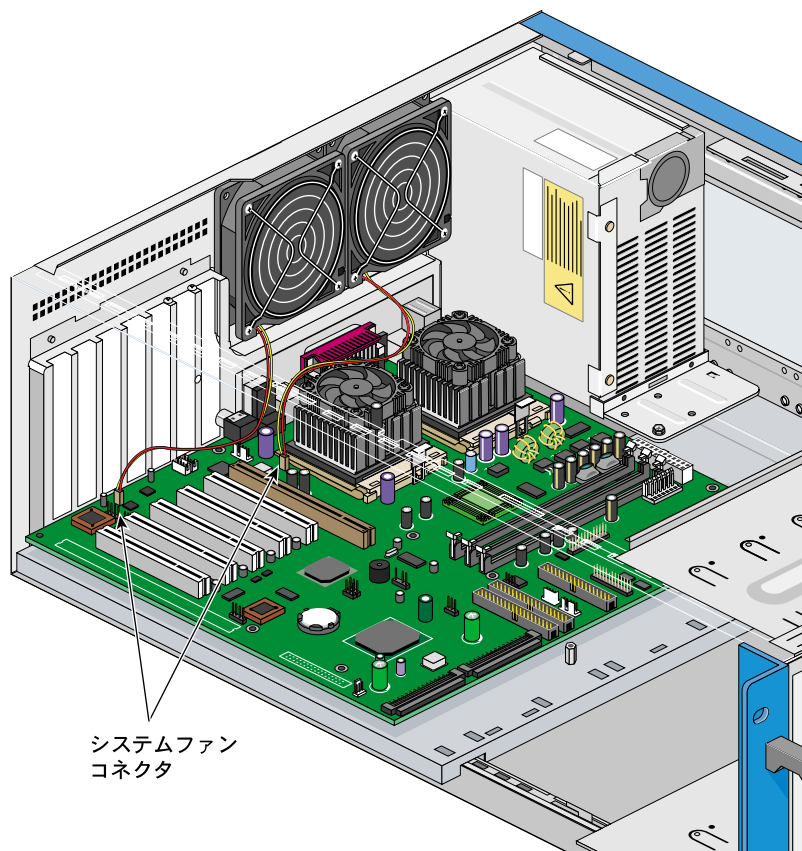

図 5-10 システムファンケーブル
4. マザーボードからファンケーブルを外します (図 5-10 を参照)。
8. ファンケーブルを接続します (図 5-10 を参照)。拡張スロットに一番近いファンを取り付ける場合、ケーブルを通すときは必要に応じてカードをスロットから抜いてください。